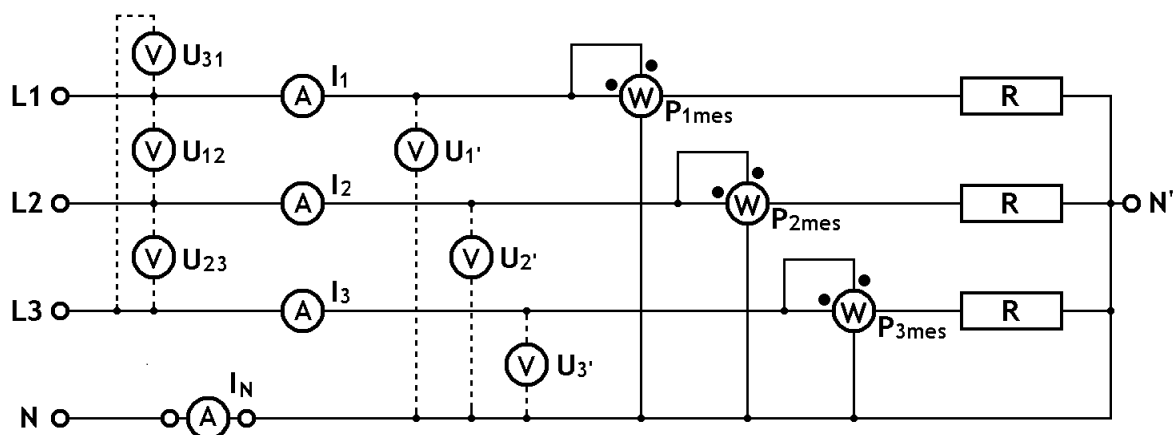

Figure 3.3 - Schéma de montage avec charge équilibrée en étoile, avec neutre relié
- Opérer les modifications de câblage afin d'obtenir le schéma de la figure 3.3.